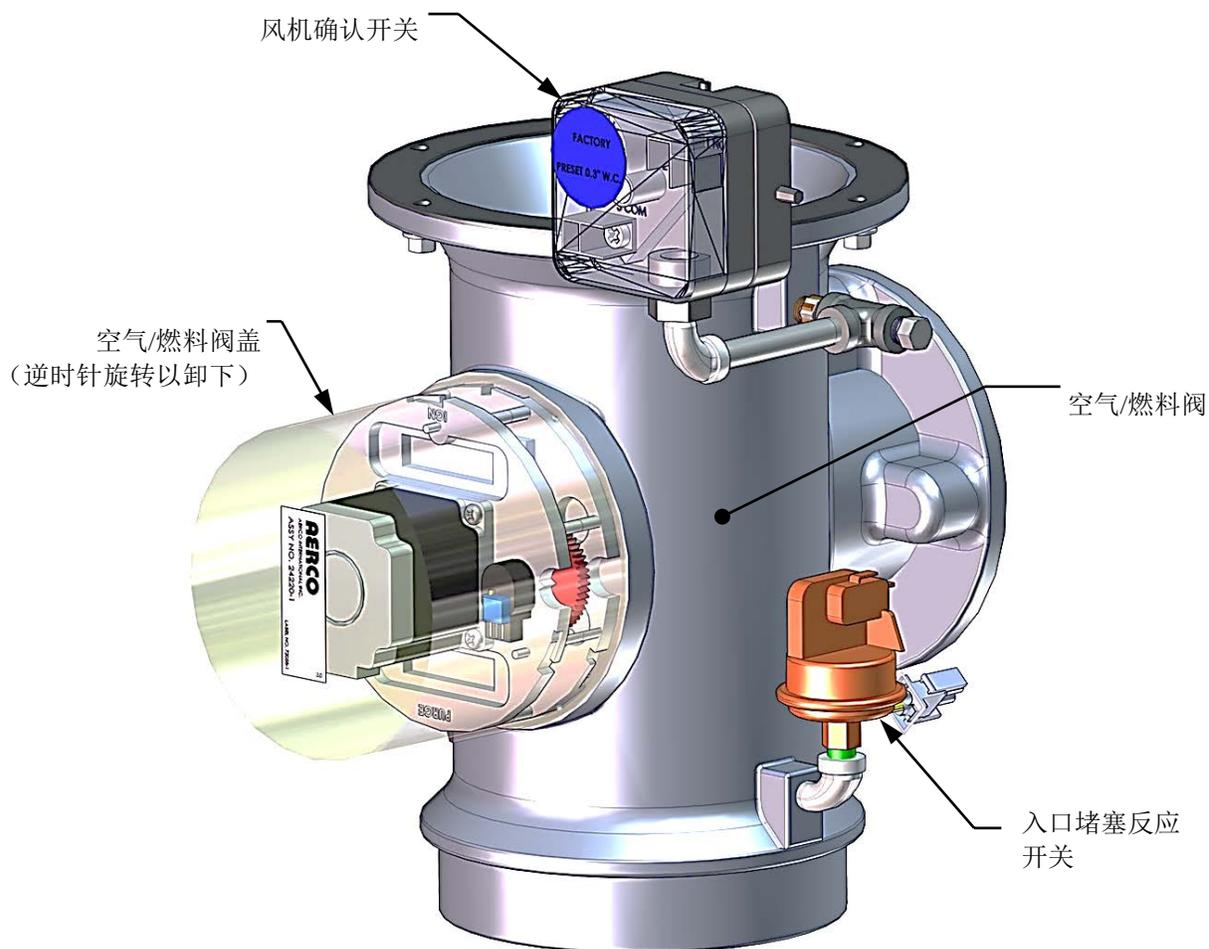

图 6-8: 空气/燃料阀盖位置
3. 逆时针旋转空气/燃料阀盖将其解扣并取下（参见图 6-8）。
3. 逆时针旋转空气/燃料阀盖（图 6-8）将其解扣，然后提起卸下。